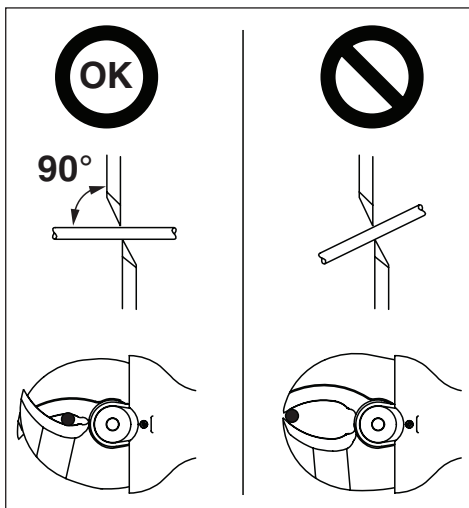

Figura 4, Posizionamento del materiale nella testa di taglio
Posizionare il materiale da tagliare tra le lame della cesoia in maniera tale che risulti perpendicolare alla lama, come illustrato nella figura 4. In questo modo si ottiene un taglio di qualità ottimale.
2. Sistemare il materiale da tagliare tra le lame. Verificare che sia perpendicolare alle lame, come illustrato nella figura 4. Per maggiori informazioni, fare riferimento alle istruzioni contenute nella sezione 7.5.